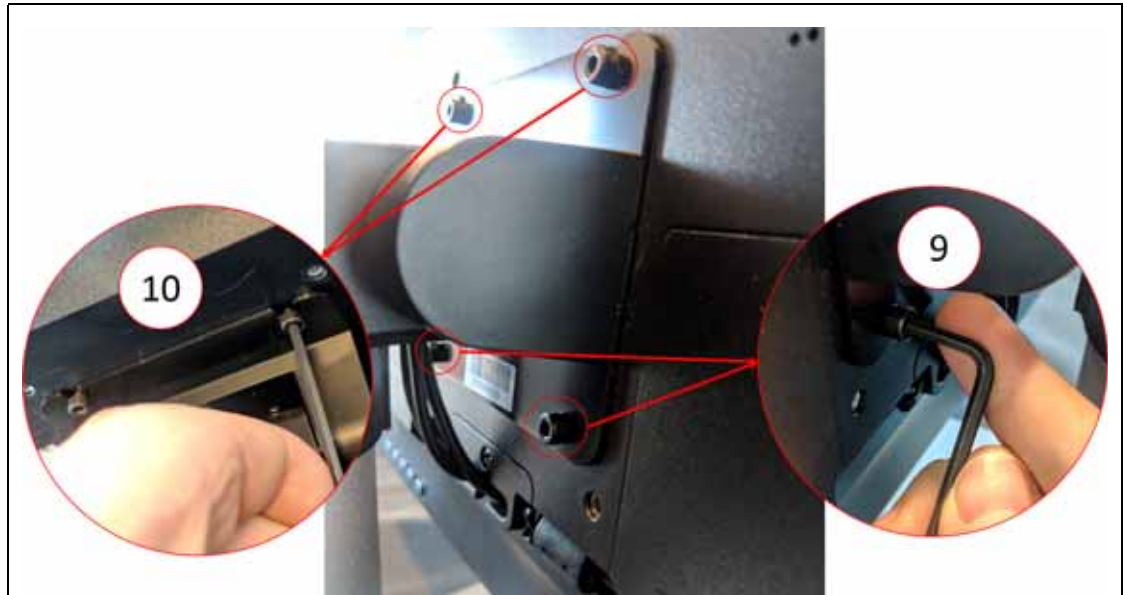

Figura 15-15 Cómo quitar los tornillos del monitor
11. Use una llave Allen en ángulo recto de 4 mm o una llave hexagonal para quitar los dos tornillos de la ranura inferior de la tapa de la placa del retén que sujeta el monitor táctil al pedestal. Consulte la leyenda número 9 en la Figura 15-15.
12. Use una llave Allen en ángulo recto de 4 mm o una llave hexagonal para aflojar los dos tornillos de la ranura superior de la tapa de la placa del retén que sujeta el monitor táctil al pedestal. Consulte la leyenda número 10 en la Figura 15-15.